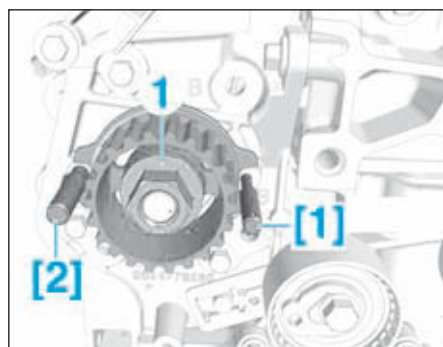

FIG.36
- Déposer l'outil [1] et mettre en place l'outil [2] (Fig.36)
- Déposer l'écrou (1).